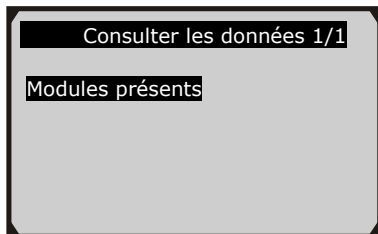

Figure 4.2
- Si aucune donnée du véhicule testé précédemment n'est enregistrée, seules les données des **Modules présents** contenant des ID de module et le type de protocole peuvent être examinées. (Figure 4.2)